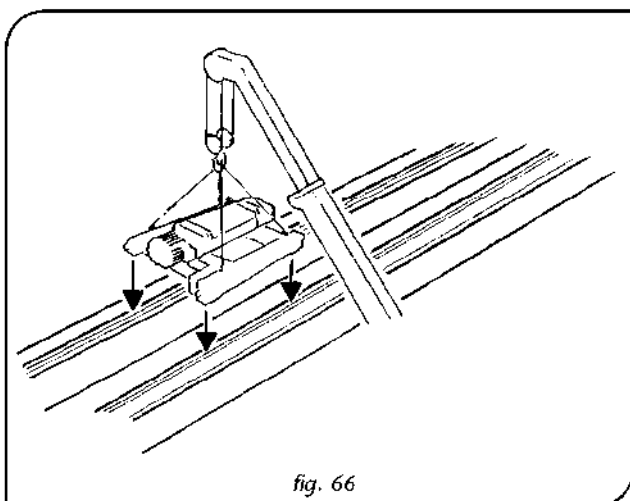

fig. 66
- Zbliżyć się z ruchomym dźwigiem aż koła zespołu wózek/wciągarka znajdą się pionowo nad odpowiadającymi im torami (rys. 66)